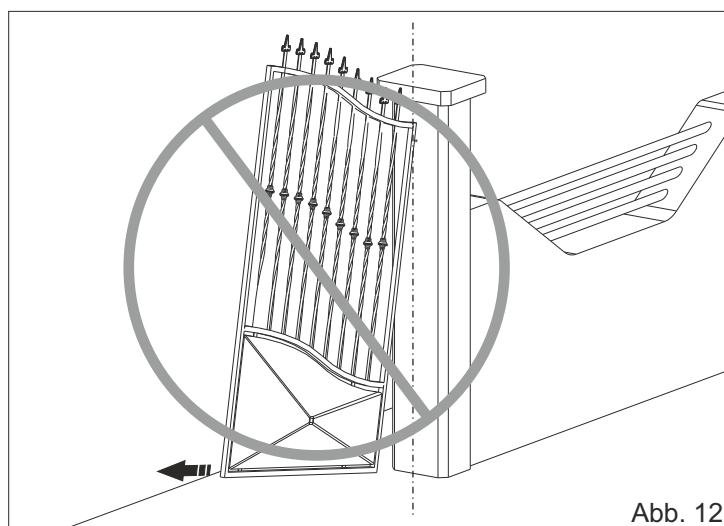
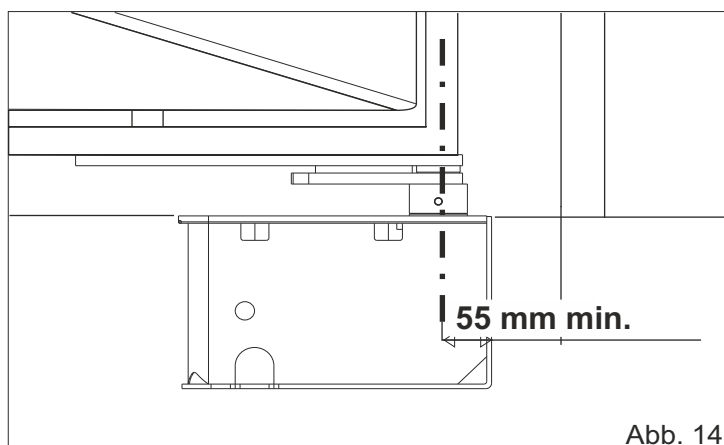

Abb. 12
Abb. 14
**3.3.** Darauf achten, dass die Flügel nicht außerhalb der Achsen (Abb. 12 und 13) positioniert werden, und so vorgehen dass die Welle mit der Rotationsachse des Scharniers übereinstimmt und berücksichtigen, dass der Mindestabstand von der Säule 55 mm ist (Abb. 14)